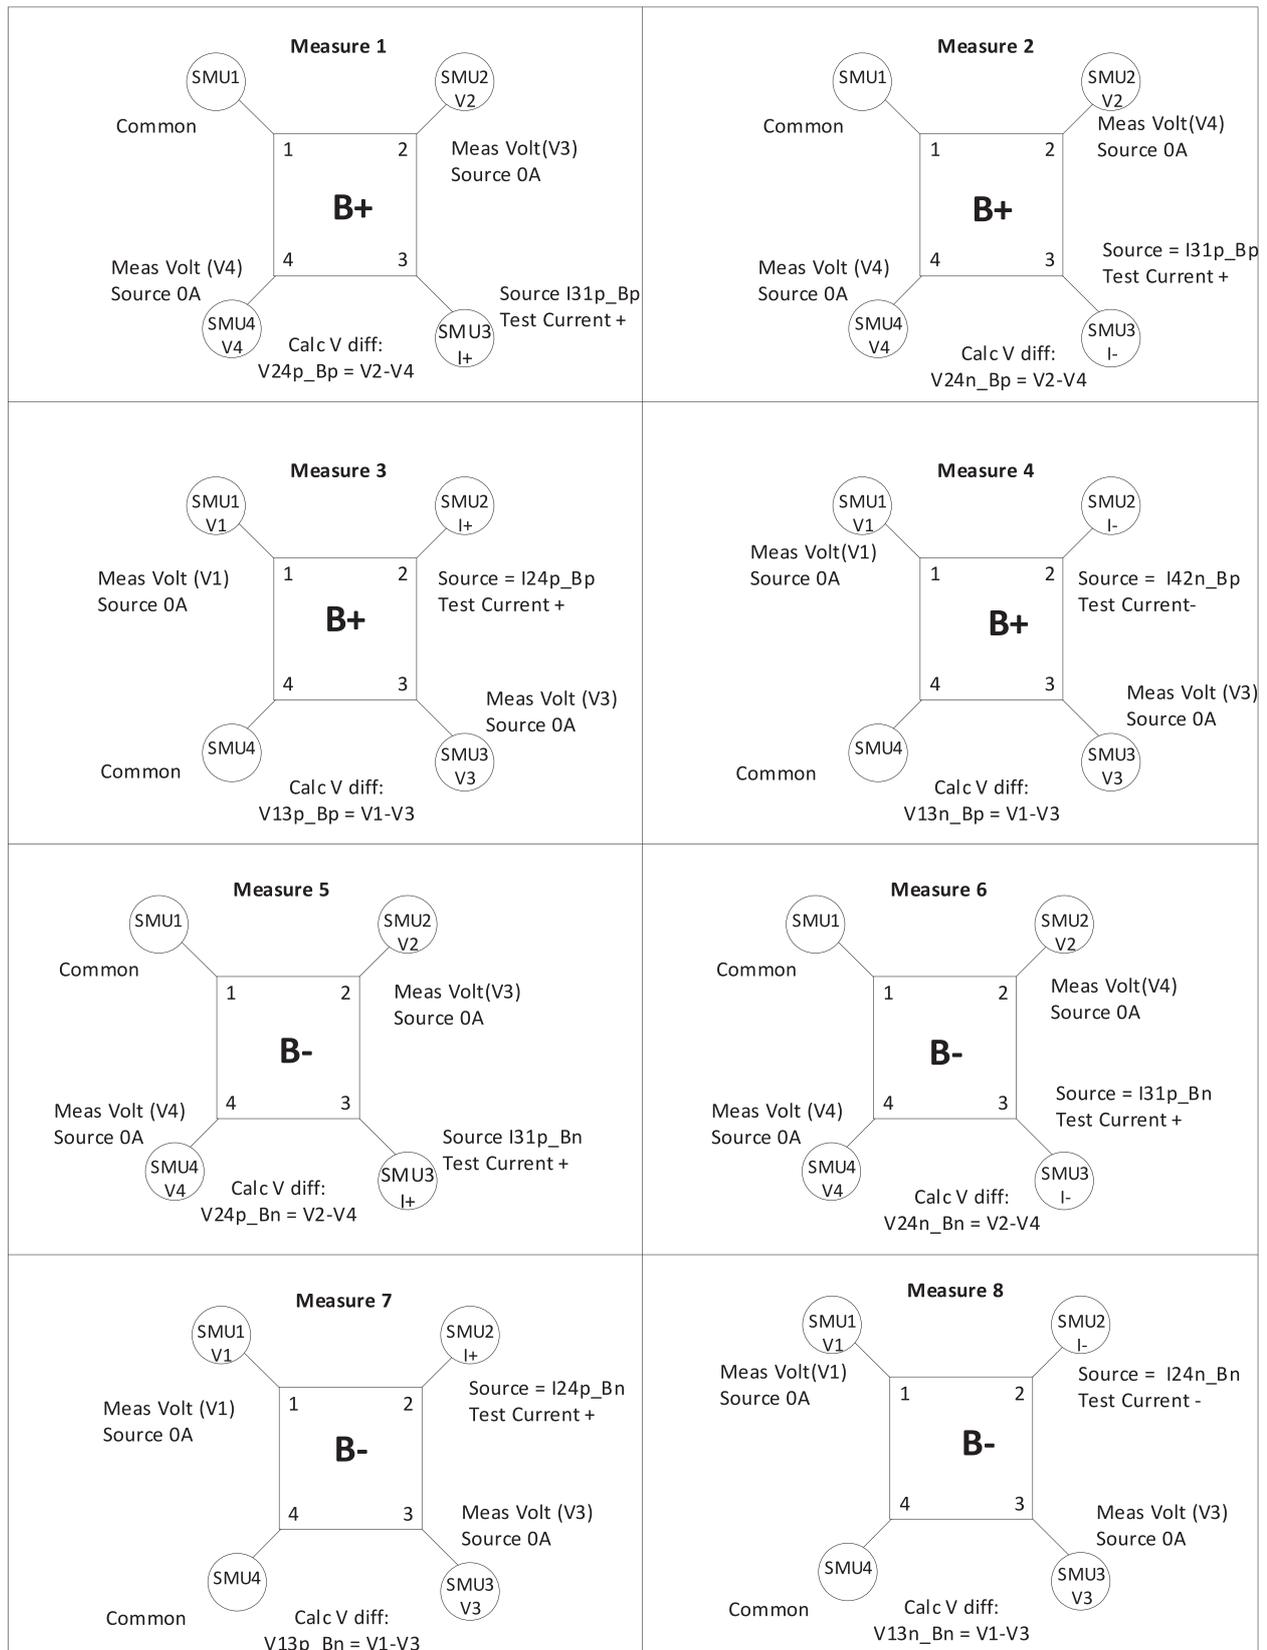

图 10. 8 项霍尔电压测量的 SMU 配置。
- 按 OK 确定，对 B- 重复四项测量。**表 3 中指明了这些测量，如图 10 所示。**